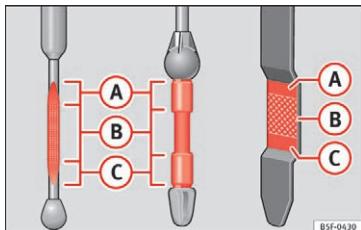

Fig. 222 Oliepind
- Træk derefter oliepinde op igen, og aflæs oliestanden »» Fig. 222. Fyld om nødvendigt mere motorolie på.